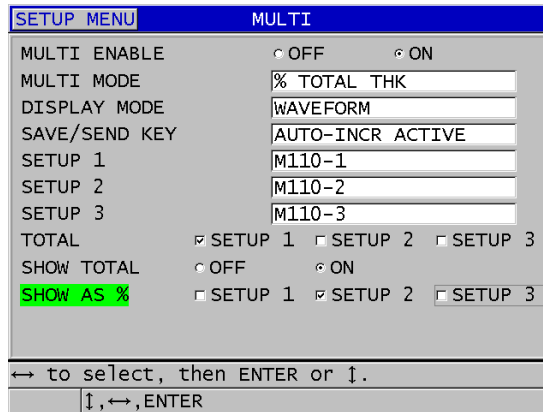

図 7-10 % 全厚さモードでの多層材測定パラメータの設定
- 多層材測定画面（121ページの図7-10参照）で、以下の操作を行います。